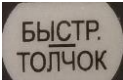

Рис. 5-1 Внешний вид панели управления
- На Рис. 5-1, А показан внешний вид панели управления моделей 0.75 – 15 кВт (G-тип), а на Рис. 5-1, В - панель управления моделями 18,5 – 500 кВт (G-тип).